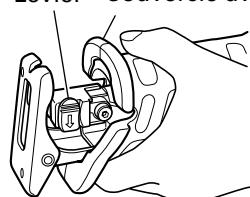

Fig. 2
- (1) Allumer puis éteindre l'interrupteur-gâchette plusieurs fois de suite de façon que le levier puisse sortir complètement du couvercle avant. (Fig. 2)
- **Ne pas retirer le couvercle avant (voir la Fig. 2).** Bien tenir le corps de l'outil par le haut du couvercle avant.